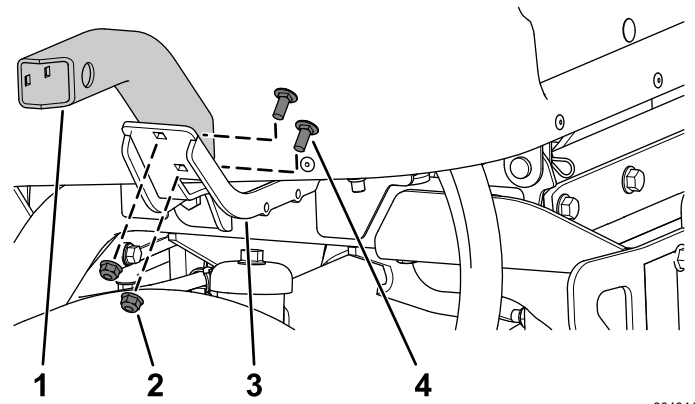

Figure 24
3. Fixez les supports courts gauche et droit aux supports gauche et droit à l'aide de 4 boulons de carrosserie ($\frac{5}{16}$ x $\frac{3}{4}$ po) et 4 écrous à embase ($\frac{5}{16}$ po), comme montré à la Figure 24.